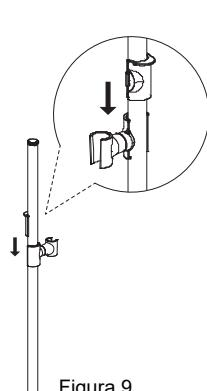

Figura 9
- a) Haga clic en la parte delantera de la corredera en un lado de la barandilla. Haga clic en la parte trasera de la corredera por encima de la parte delantera en otro lado del riel elevador. Deslice la parte trasera en la parte delantera para asegurarla (Figura 9).